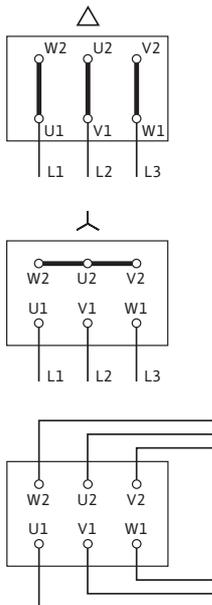

Fig. 11: Alimentation réseau
Le schéma de raccordement électrique se trouve dans le couvercle de la boîte à bornes (voir aussi fig. 11).
- L'alimentation réseau de la plaque à bornes dépend de la puissance du moteur P_2 , de la tension d'alimentation et du démarrage. Pour le couplage nécessaire des ponts de liaison dans la boîte à bornes, se reporter au tableau suivant et à la fig. 11.